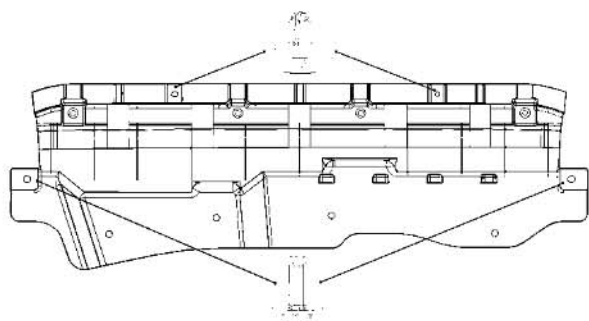

图 2-16
- (2) 用一字螺丝刀拆除发动机挡泥板与水箱上横梁连接的 2 个子母扣，用十号套筒拆除与副车架支架连接的 2 个螺钉，取下发动机下前挡泥板，即完成了发动机下前挡泥板的拆卸工作，如图 2-16 所示；